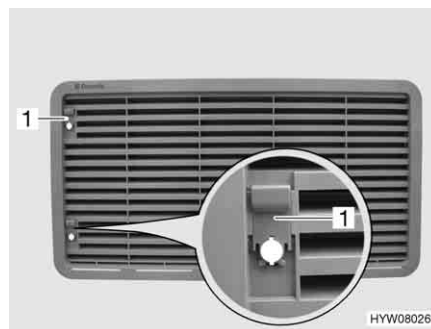

Fig. 195 Grille d'aération du réfrigérateur (avec curseur)
- Pousser le curseur (Fig. 195,1) vers le haut.